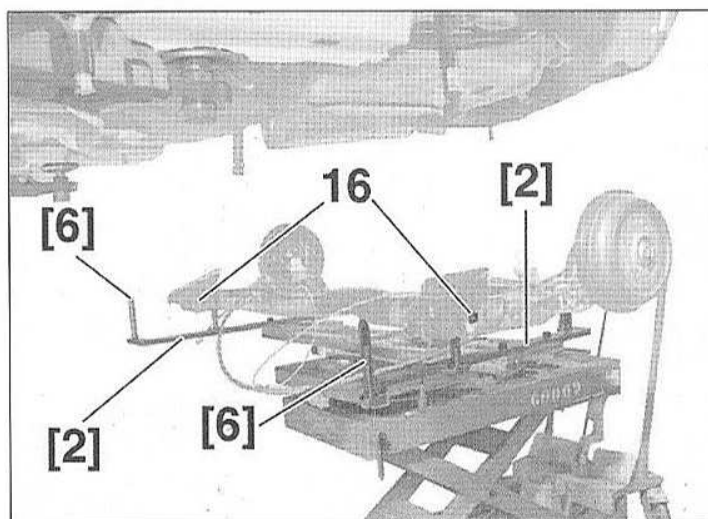
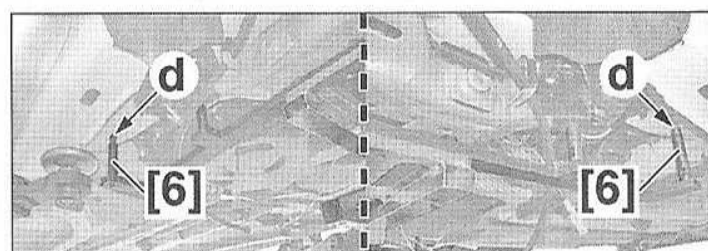

FIG.74
FIG.75
- Monter les outils [6] sur les outils [2] (Fig.74).
- Desserrer les boulons (16) des articulations élastiques de l'essieu.
- Présenter l'essieu sous la caisse et guider les chapes de ses paliers avec les outils [6] en (d) (Fig.75).
- Reposer les vis (15), sans les serrer.
- Comprimer légèrement l'amortisseur et reposer la vis inférieure (13).